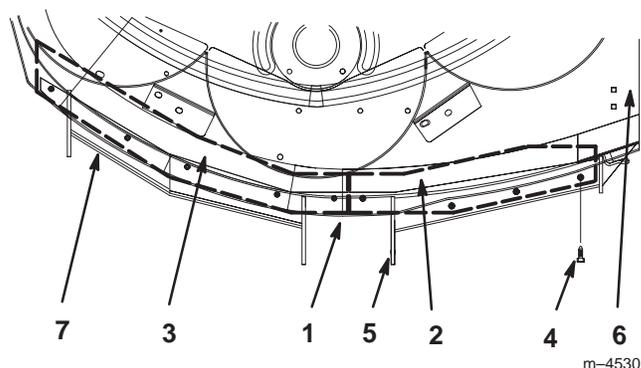

Bild 24
Hinweis: Alle Öffnungen zur Montage der Mulch-Ablenkbleche sind gebohrt (Bild 24).
8. Positionieren Sie die Ablenkbleche wie in Bild 24 dargestellt.
Hinweis: Zentrieren Sie die Ablenkblechkanten zwischen den vorderen Rollenhalterungen (Bild 24).
9. Setzen Sie die Schrauben ein und ziehen Sie sie fest (Bild 24).